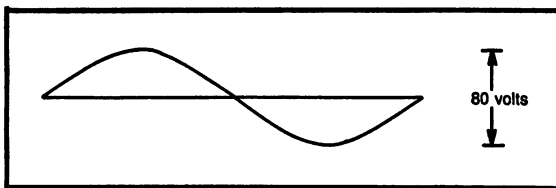

Fig. 11-10. Problem 15.
- (15) Figure 11-10. Given? _____